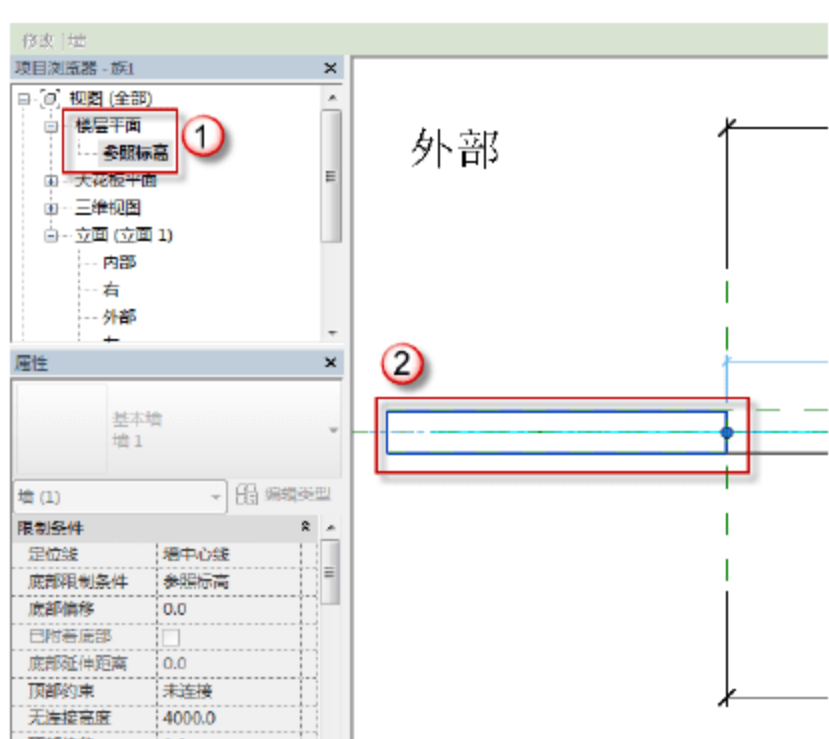

图 7.1.5 调整基本墙
(5) 调整模板基本墙。选择“项目浏览器”中的“楼层平面”→“参照标高”选项，可以进入 C2925 的参照平面视图，单击左侧墙端点，将左侧墙端点拖至窗框处，如图 7.1.5 所示。